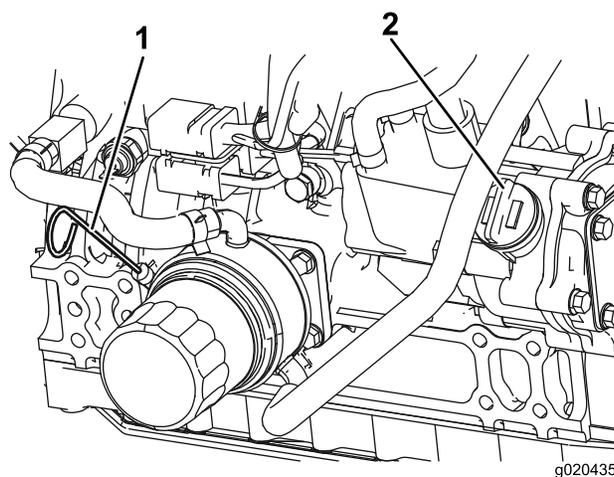

Figura 8
3. Togliete l'asta di livello, pulitela strofinandola, rimettetela nel tubo ed estraetela di nuovo. Il livello dell'olio deve essere tra la tacca "Full" (pieno) e quella "Add" (aggiunta) (Figura 8).
4. Se il livello dell'olio è basso, rimuovete il tappo di riempimento (Figura 8) e aggiungete olio fino a quando il livello non è compreso tra la tacca "Full" (pieno) e quella "Add" (aggiunta). **Non riempite troppo.**